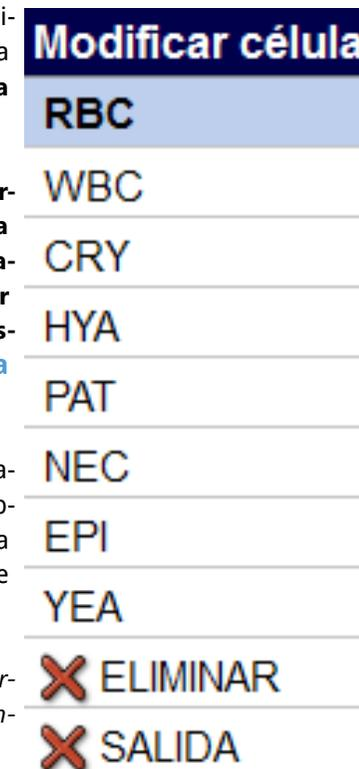

Figura 18: Cuadro de diálogo de modificación de las clases de partículas predeterminadas
1. Sitúe el cursor sobre la etiqueta que desea modificar. Pulse con el botón derecho la etiqueta para que aparezca el cuadro de diálogo **Modificar célula** (consulte Figura 18).
1. Sitúe el cursor sobre la etiqueta que desea suprimir. Pulse con el botón derecho la leyenda para que aparezca el cuadro de diálogo **Modificar célula** (consulte Figura 18).